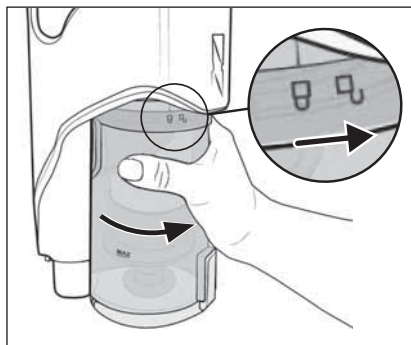

Fig. 25
- 8) Remettez le bac à poussière **7** dans l'appareil et tournez-le dans le sens du symbole **1** (fermer) jusqu'à ce qu'il soit bien en place dans l'appareil (voir fig. 25).